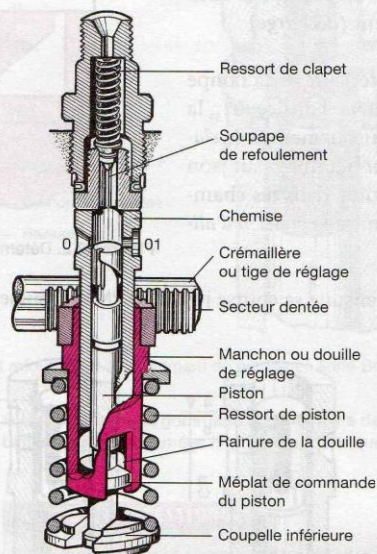

Figure 32.5. Mécanisme de commande de la rotation du piston sur pompe Bosch taille « A »
Le dosage du carburant est assuré par le déplacement en « rotation » des pistons, à l'aide de douilles réglables, reliées à des secteurs dentés en liaison avec la tige de réglage, appelée aussi « crémaillère » (fig. 32.5 à 32.7).
- Pour obtenir la position désirée de la rampe hélicoïdale, on fait tourner le piston au moyen d'un mécanisme de commande (fig. 32.5 à 32.7).